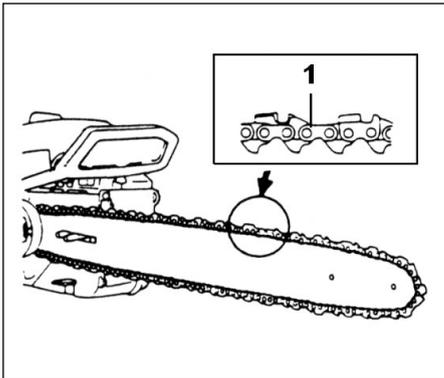

Рис.1-3
- Слегка подвигать шину назад и вперёд и убедиться, что выступ для натяжения цепи (4) надлежащим образом зафиксирован в отверстии (5) на шине.
4. Проверить, чтобы направление пильной цепи (1) было правильным, как показано на рисунке и выровнять цепь на звёздочке. (Рис. 1-3)